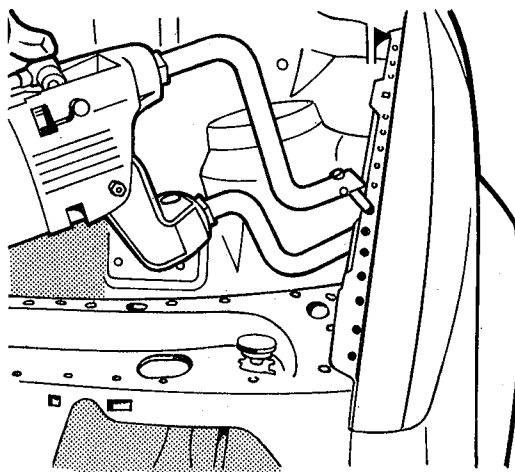

fig. 73
6. Soldar a ponto o pára-lama à saia, ao painel dianteiro e ao painel da soleira (fig. 73)